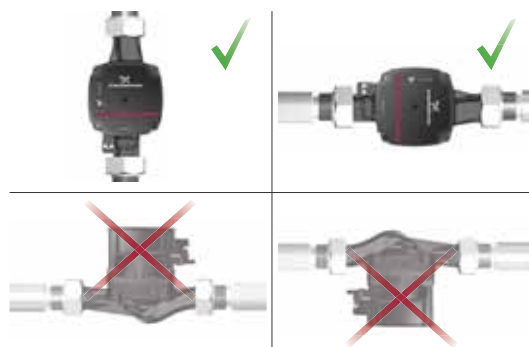

Fig. 4 Posizioni della pompa
Installare la pompa sempre con l'albero motore in orizzontale. Non installare la pompa con l'albero motore in verticale. Vedi fig. 4, riga inferiore.
- Pompa installata correttamente in un tubo verticale. Vedi fig. 4, riga superiore, sinistra.
- Pompa installata correttamente in tubo orizzontale. Vedi fig. 4, riga superiore, destra.